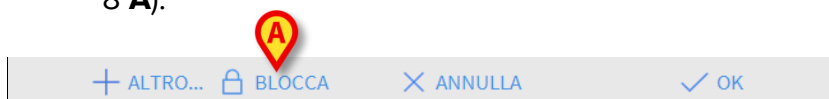

Fig 8
- cliccare il pulsante **Blocca** sulla barra comandi della schermata di “Log in” (Fig 8 **A**).